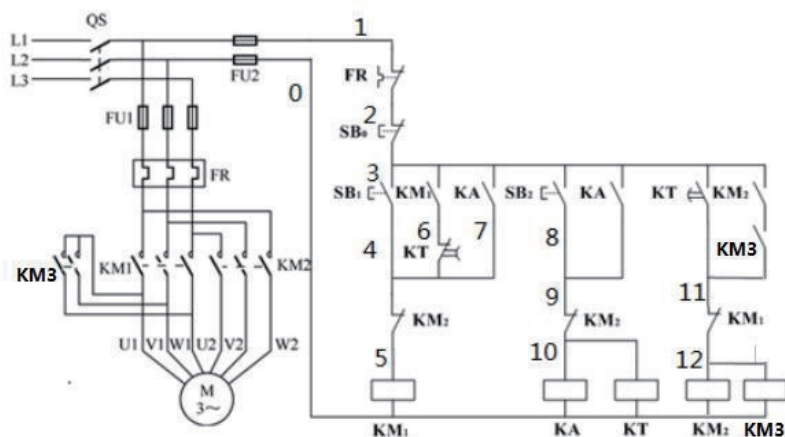

图 3-15 系统的设计与制作参考图
某系统由3台电动机M1、M2和M3拖动，拖动要求①M1先启动，经过10s后M2启动，M1立即停止；②M2启动15s后，M3启动，M2立即停止。电动机型号为Y-112M-4，4KW、380V、△接法、8.8A、1440r/min，请按要求完成该部分电气系统的设计、安装、接线、调试与功能演示，（现场提供的电路原理图进行安装如下图3-15所示）。
有一台机械设备需要采用△/YY接法的双速异步电动机拖动，需要采用分级启动控制，①分别用两个按钮操作电动机的高速启动和低速启动，用一个总停按钮操作电动机的停止。②启动高速时，应先接成低速然后经延时后再换接到高速。③应有短路保护与过载保护。提供的电路原理图如下图。请按要求完成系统设计、系统安装、接线、调试与功能演示，（现场提供的电路原理图进行安装如下图3-15所示）。